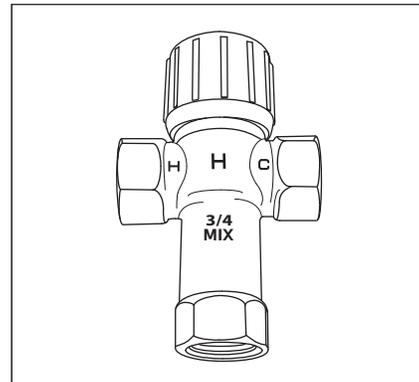

Figure 7 - Des mitigeurs thermostatiques installés à chaque point d'utilisation peuvent permettre d'éviter les brûlures.
- Mitigeurs thermostatiques de point d'utilisation (voir Figure 7 à la page 8).
Installer des mitigeurs thermostatiques (Figure 7) pour réguler la température de l'eau fournie à chaque point d'utilisation (par exemple, évier de cuisine, lavabo de salle de bains, baignoire, douche). Consulter les instructions du fabricant du mitigeur ou une personne qualifiée.
▲ AVERTISSEMENT! Même si le thermostat du chauffe-eau est réglé à une température relativement basse, l'eau chaude peut provoquer des brûlures. Installer des mitigeurs thermostatiques à chaque point d'utilisation pour réduire le risque de brûlure (Figure 7).